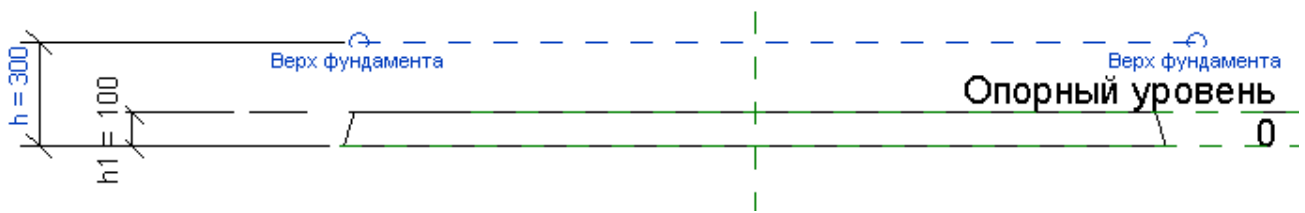

Рисунок 7
- 24 Установите параметры и значения в соответствии с рис. 7.